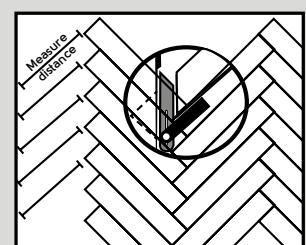

Fig. 9
- El corte y la instalación de los tablones adyacentes a las paredes deben realizarse de la siguiente forma: mida y marque los tablones como se muestra en el diagrama. El ángulo de la pared se puede determinar con un medidor de ángulos (ver a continuación) (fig. 9).